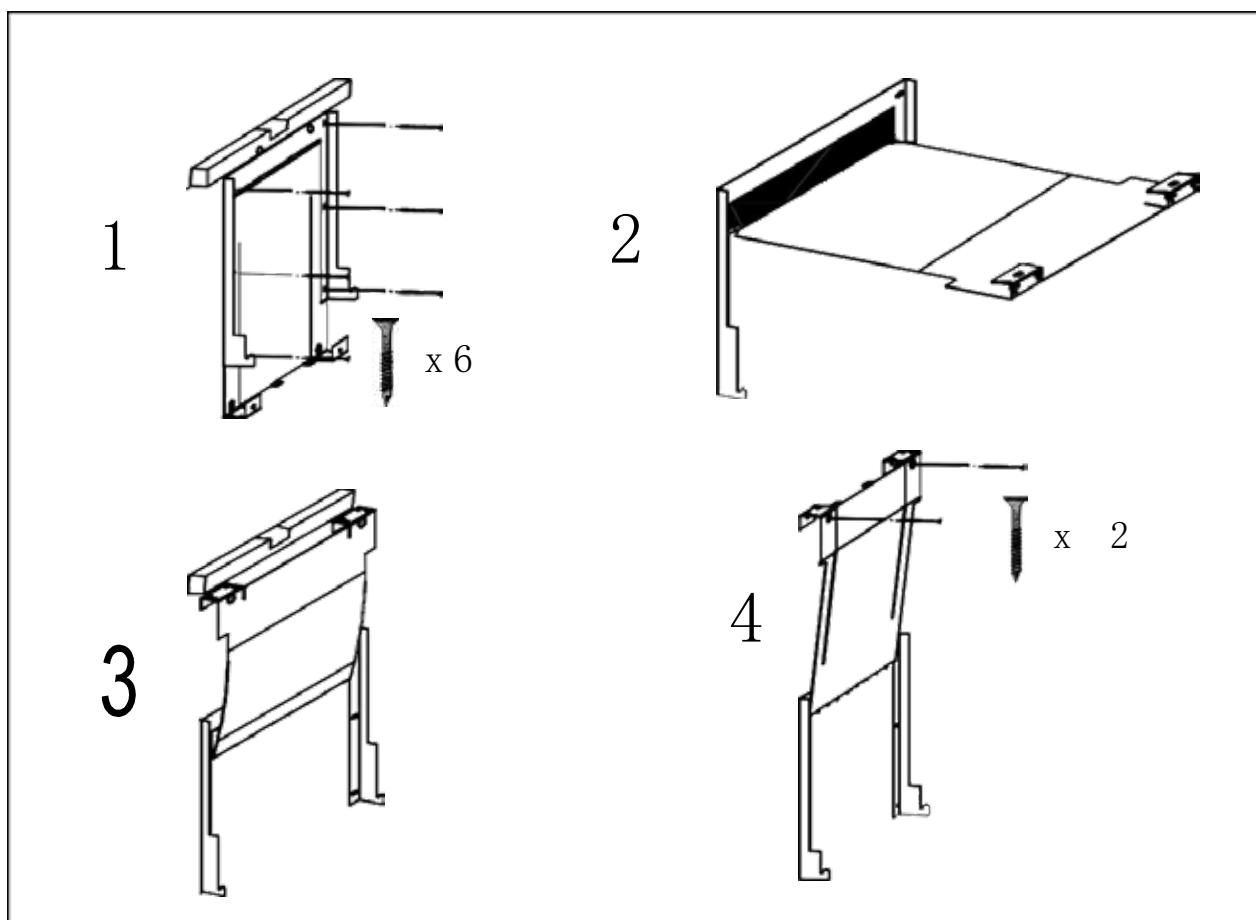

Рисунок 4. Установка настенного крепления
2. Установите настенное крепление горизонтально к стене с помощью подходящих креплений. Убедитесь, что нагреватель опирается не только на стеновую панель (рис. 4). Учитывайте уклон пола. Использование настенного крепления обеспечивает безопасное расстояние 80 мм.